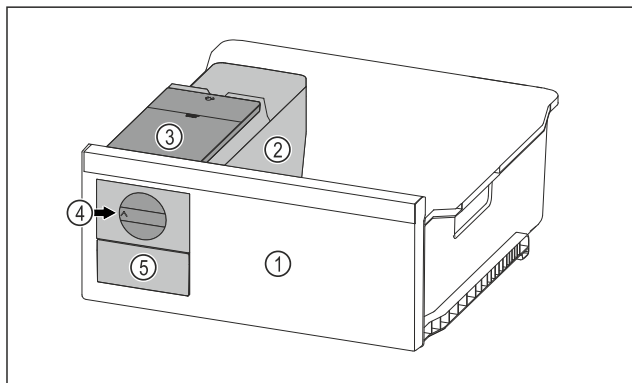

Fig. 109 Shembull ilustrues
- Rrotulloni dorezën e rrotullimit Fig. 109 (4) deri në fund në drejtim të akrepave të orës.
- Kubat e akullit bien nga forma e kubave të akullit brenda në sirtarin e kubave të akullit Fig. 109 (5). Nëse nga forma e kubave të akullit nuk bien të gjithë kubat e akullit: